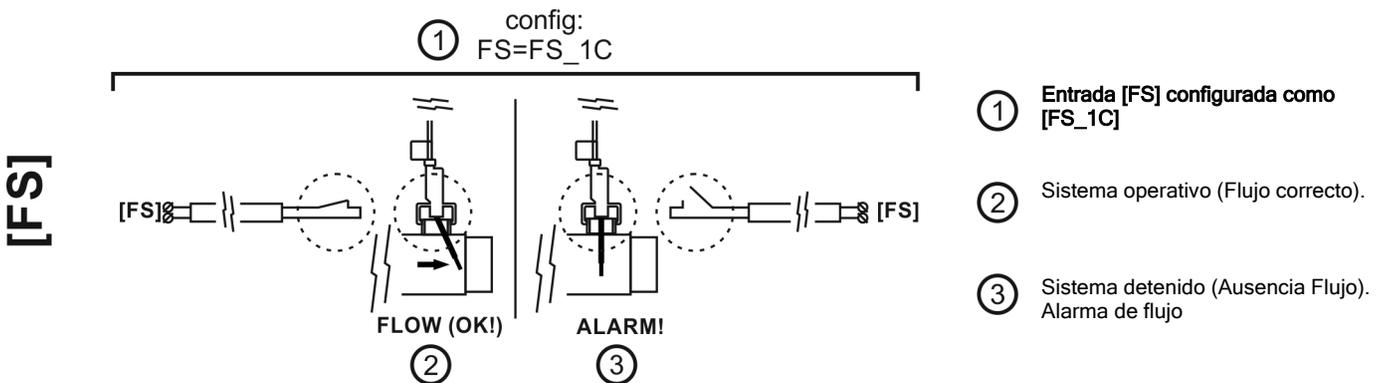

Fig. 7
**[FS] Control DETECTOR FLUJO EXTERNO OPCIONAL (no suministrado con equipo):** entrada para contacto libre de tensión. Conectar los cables del detector de flujo externo a la entrada correspondiente [FS] situada en el conector [CN7] de la tarjeta de potencia de la unidad. Cuando el contacto conectado a [FS] se abre (detector de flujo externo en reposo, fig 7), y [FS] se ha configurado como [FS1c], el sistema de electrolisis se desconecta (alarma de flujo).